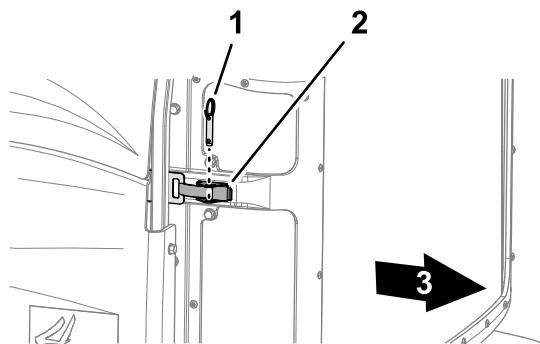

Bild 65
2. Entfernen Sie den Kugelstift von der Gitterverriegelung (Bild 65)